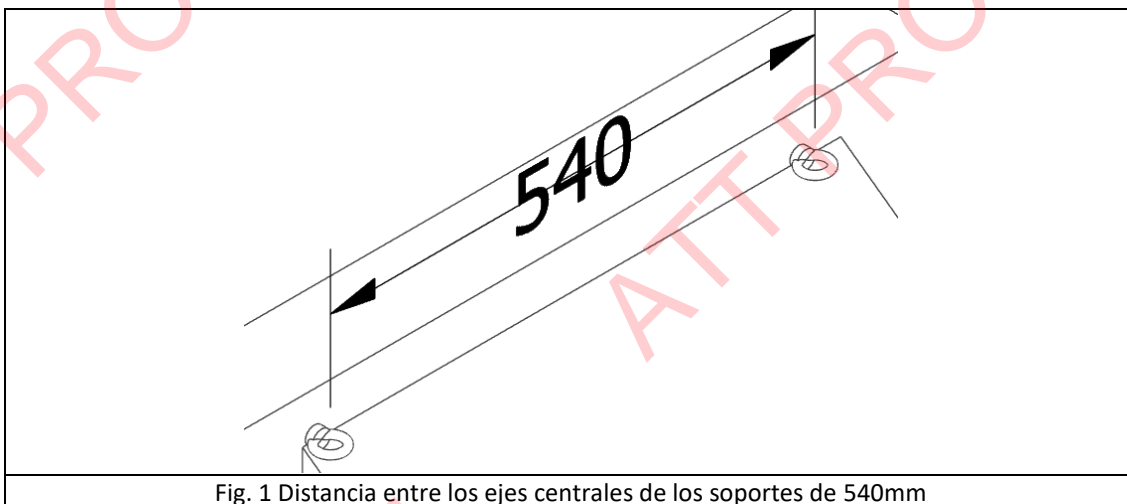

Fig. 1 Distancia entre los ejes centrales de los soportes de 540mm
- La distancia entre los ejes centrales de los soportes será de 540mm (Fig. 1).